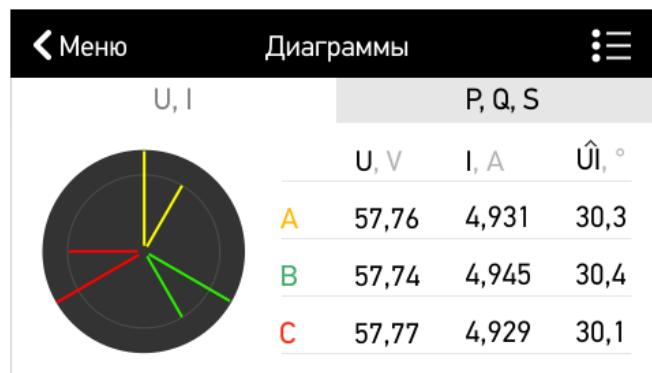

Рисунок 4.9. «Измерения» -&gt; «Векторная диаграмма» -&gt; «U, I»
**Векторная диаграмма**, на которой отображаются значения фазных токов, напряжений и углы между ними (рис. 4.9).